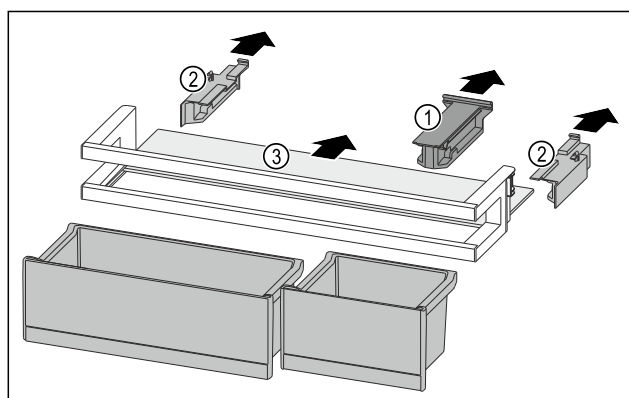

Fig. 125
- ▶ 拉出定位件 Fig. 125 (1)。
- ▶ 拉出侧面部分 Fig. 125 (2)。
- ▶ 取出搁板 Fig. 125 (3)。